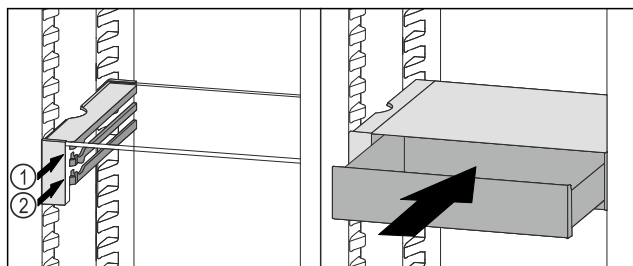

Fig. 92
- Coloque el cajón VarioSafe en la nervadura deseada *Fig. 92 (1)* o *Fig. 92 (2)* detrás de los topes.